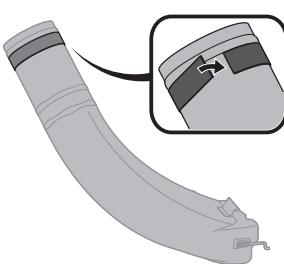

Figure 25
- Collez l'autre bande autocollante en caoutchouc (735-05020) sur l'extrémité supérieure du coude de la goulotte. Collez la bande autocollante en l'alignant avec la bride sur l'extrémité supérieure du coude de la goulotte comme indiqué dans l'encadré de la Figure 25.